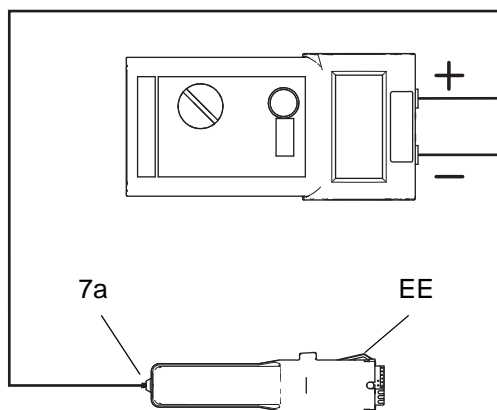

FIG. 22. Badanie rezystancji zasilacza
1. Odłączyć zasilacz (7), strona 47.
2. Odłączyć alternator turbiny (8) od zasilania, strona 48.
3. Zmierzyć rezystancję od taśm uziemiających zasilacza (EE) do sprężyny (7a). Patrz FIGURE 22.